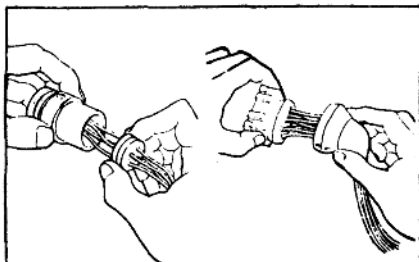
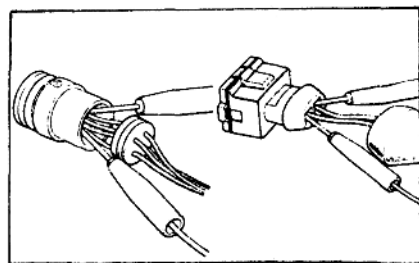

图 1-10
图 1-11
(8)使用万用表检查插头时应注意:若为防水式插头,应轻轻挪开防水橡胶套(图1-10)。若检查导线间是否导通或检测电压或电阻时,应从导线的侧面将测量探针插入(图1-11)。检查完毕,将防水橡胶套牢装在插头上。